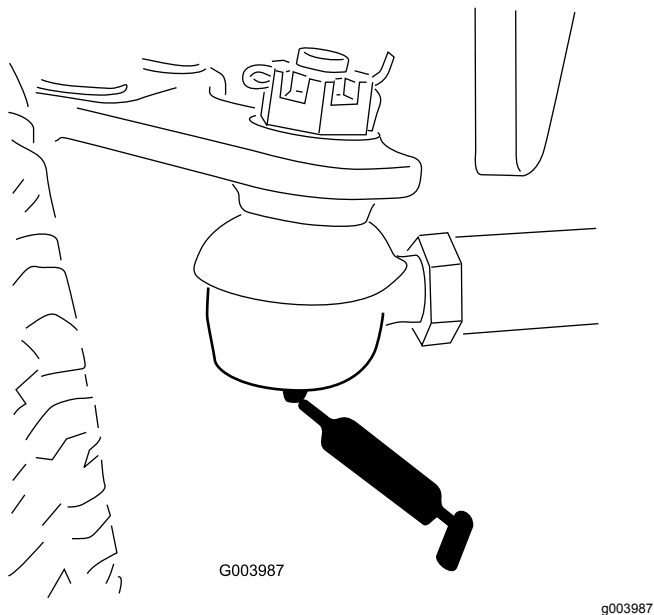

Рисунок 31
- Поперечные тяги заднего моста (2) —Рисунок 31